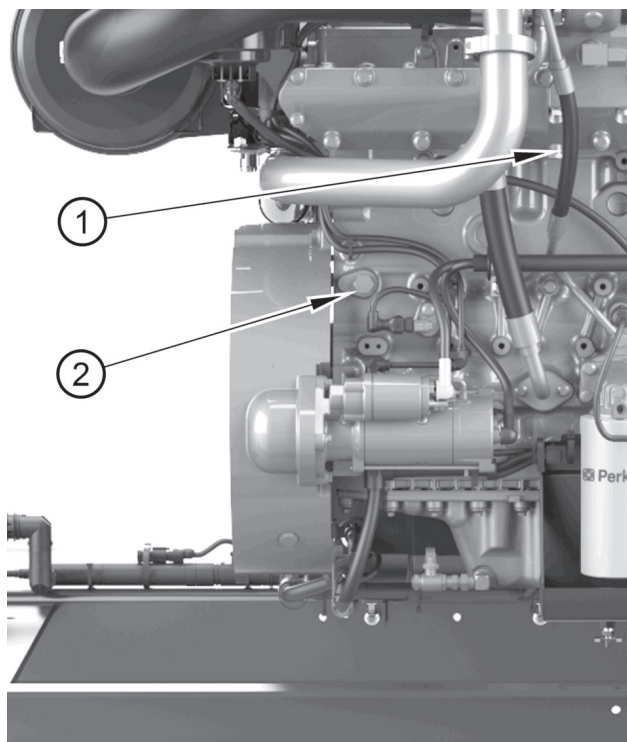

Figura 7
3. Retire el tapón de drenaje (figura 7, elemento 1) del colector de escape y el tapón de muestreo situado en el lateral izquierdo del bloque de los cilindros.